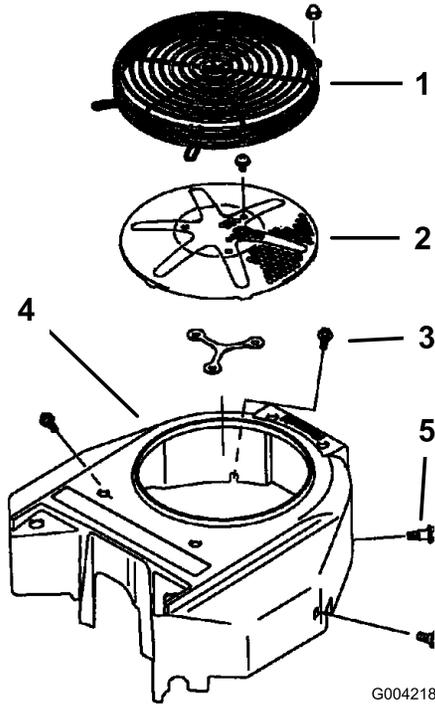

Figura 69
Retire cualquier acumulación de hierba, suciedad u otros residuos de la rejilla del motor. Esto ayuda a asegurar una refrigeración adecuada y una velocidad de motor correcta, y reduce la posibilidad de sobrecalentamiento y daños mecánicos al motor (Figura 69).
3. Retire la rejilla de entrada de aire, el arrancador de retroceso y la carcasa del ventilador (Figura 69).
5. Instale la rejilla de entrada de aire, el arrancador de retroceso y la carcasa del ventilador (Figura 69).